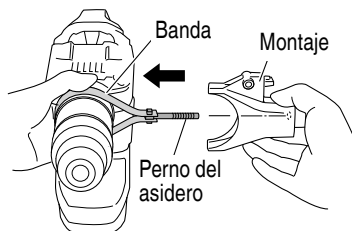

Fig. 5
- (3) Mientras agarra la banda para asegurarse de que el perno del asidero no se suelta, inserte el perno del asidero en el montaje. (Fig. 5)